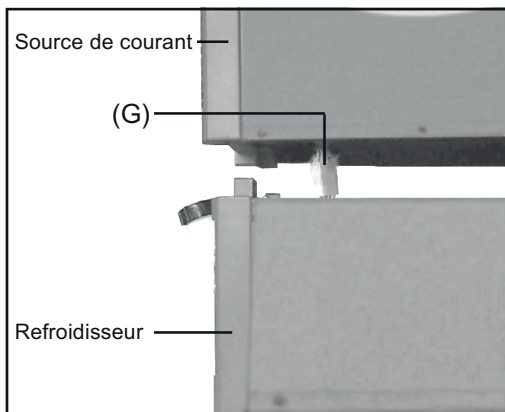

Fig. 8 Débrancher la connexion entre la source de courant et le refroidisseur
10 Soulever la source de courant avec précaution et débrancher la connexion (G) vers le refroidisseur (Fig. 8)
11 Soulever la source de courant du refroidisseur (Fig. 8)